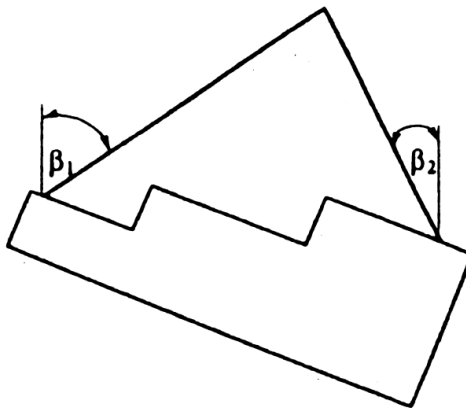

Abbildung 6: Beispiel für ungleiche Neigungswinkel β
- Treten bei 2-strängigen Gehängen unterschiedliche Neigungswinkel auf (Abbildung 6), darf nur die Tragfähigkeit eines einzelnen Strangs zugrunde gelegt werden.